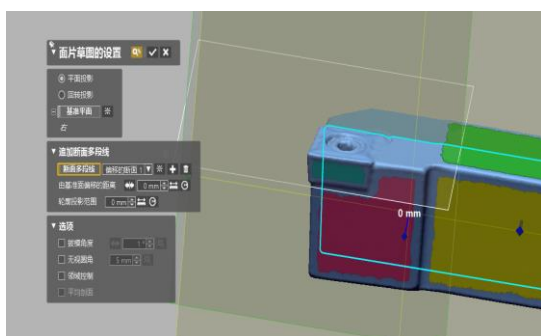
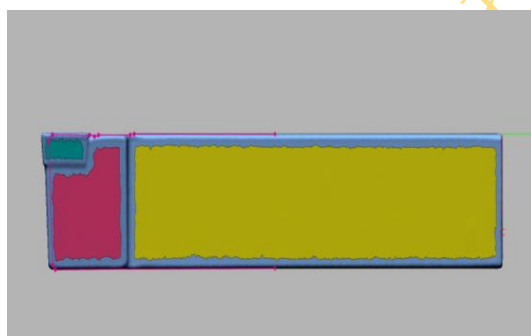

图 4.65 面片草图对话框
图 4.66 面片草图
9) 点击菜单栏草图>面片草图图标, 弹出面片草图对话框, 平面投影, 基准平面: 右基准面, 由基准面偏移的距离为: 0mm, 轮廓投影范围: 0mm, 如图 4.65 所示, 点击确定进入面片草图环境, 如图 4.66 所示。